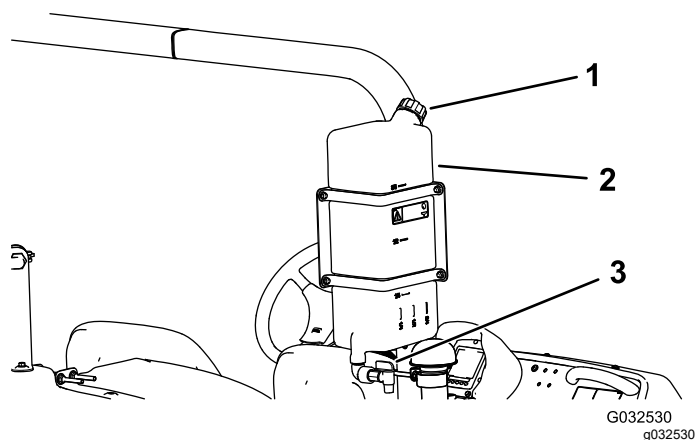

Figura 26
- Para llenar el depósito, desenrosque el tapón de la parte superior del depósito, llene el depósito con agua limpia y coloque el tapón (Figura 26).
- Para abrir la llave de paso del depósito de agua limpia, gire la palanca de la llave de paso (Figura 26).